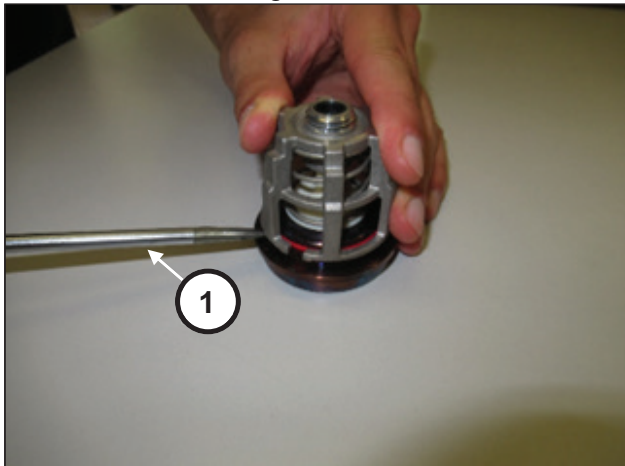

Abb. 110
Bauen Sie die Saug- und Druckventilgruppen durch Aushebeln mithilfe einfacher Werkzeuge aus (Pos. ①, Abb. 110).